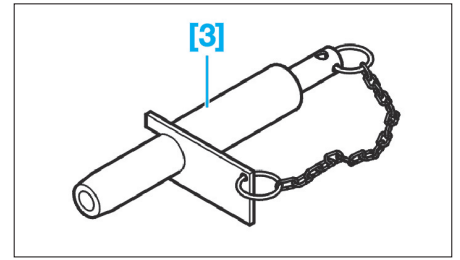

FIG. 9
- [3]. Outil de centrage (réf : 999 7089) (Fig.9).
- [3]. Outil de centrage (éf : 999 7089) (Fig.9).